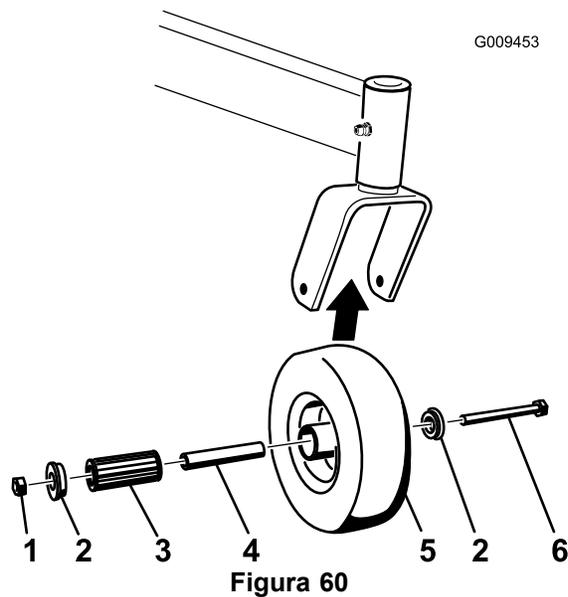

Figura 60
1. Retire a porca de bloqueio e o parafuso da roda que fixam a roda ao respetivo suporte (Figura 60).
2. Retire um casquilho, em seguida, puxe o casquilho da vara de ligação e o rolamento de rolo para fora do cubo da roda (Figura 60).
3. Retire o outro casquilho do cubo da roda e limpe qualquer massa lubrificante e sujidade do cubo da roda (Figura 60).
**Nota:** Substitua quaisquer peças danificadas ou gastas (Figura 60).
5. Coloque um casquilho no interior do cubo da roda (Figura 60).
6. Lubrifique o casquilho do rolamento e o casquilho da vara de ligação e faça-os deslizar para o interior do cubo da roda (Figura 60).
7. Coloque o segundo casquilho no interior do cubo da roda (Figura 60).
8. Monte a roda giratória na forquilha da roda giratória e fixe-a com o parafuso da roda e a porca de freio (Figura 60).
9. Aperte a porca de freio até que o casquilho da vara de ligação encoste ao interior da forquilha da roda (Figura 60).